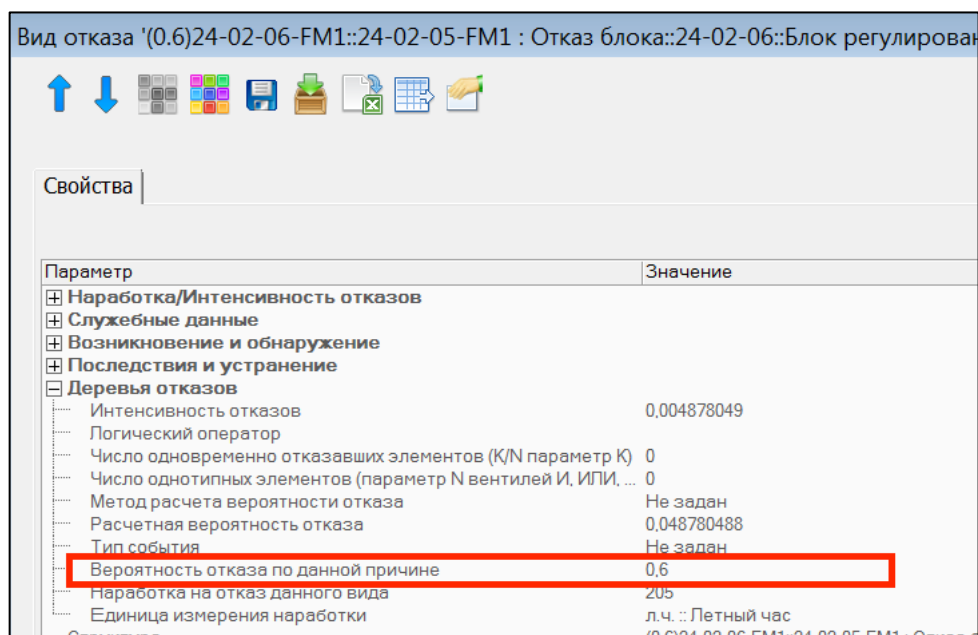

Рис. 10-368 – Атрибут ФО, используемый при расчете периодичности работ
- 2) Заполнить атрибут «Интенсивность отказов» или «Наработка на отказ данного вида» (рис. 10-368).